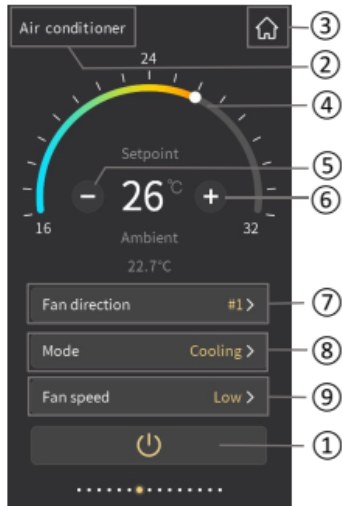
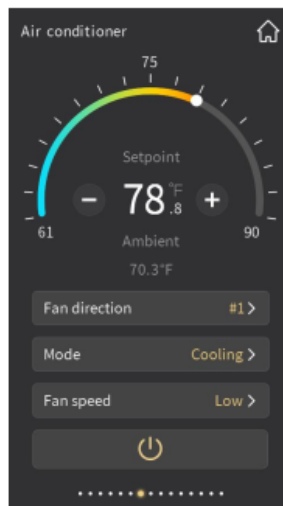

Fig.2.4.1
Fig.2.4.2
② **Dieser Bereich zeigt die in der ETS definierte Seitenbeschreibung.**
③ **Das Home-Symbol führt Sie zurück zur Startseite.**
④ **Anpassung der Solltemperatur durch Verschieben des Ring-Sliders.**
⑤ Die Funktion dieses Symbols besteht darin, die Temperatur zu senken.
⑥ Die Funktion dieses Symbols besteht darin, die Temperatur zu erhöhen.
Anpassen der Temperatur durch Schieben des Ringschiebereglers④ oder Antippen des Symbols⑤ und des Symbols⑥. Für jedes Antippen des Symbols beträgt der Einstellbereich 1,0 Grad. Wenn die Einstellungstemperatureinheit auf Grad Celsius (°C) eingestellt ist (siehe Abb. 2.4.1), beträgt der Einstellbereich der Einstellungstemperatur standardmäßig 16 bis 32 ° C. Wenn die Einstellungstemperatureinheit auf Fahrenheit (°F) eingestellt ist, wird der aktuelle Temperaturwert automatisch in Fahrenheit umgewandelt, wie in Abb. 2.4.2 gezeigt. Der Einstellbereich der Einstellungstemperatur beträgt standardmäßig 61 ~ 90 °F. Der Temperatureinstellbereich kann durch Parametereinstellung geändert werden.
den Bereich außerhalb des Untermenüs, um zur vorherigen Funktionsseite der Ebene zurückzukehren. Die ausgewählte Position wird im Bereich der Lüfterrichtung der Funktionsseite angezeigt (siehe Abb. 2.4.1). Da sich die Lüfterrichtung ständig ändert, gibt es keine feste Position, sondern nur das Zeichen „Swing“ auf der Benutzeroberfläche.
Einstellung der Lüftergeschwindigkeit der Lüfterrichtung, die durch Parameterkonfiguration deaktiviert oder aktiviert werden soll. Bei Deaktivierung wird auf der Schnittstelle kein Element für die Lüftergeschwindigkeit angezeigt (siehe Abb. 2.4.1). Wenn diese Option aktiviert ist, kann die Lüfterrichtung angepasst werden.